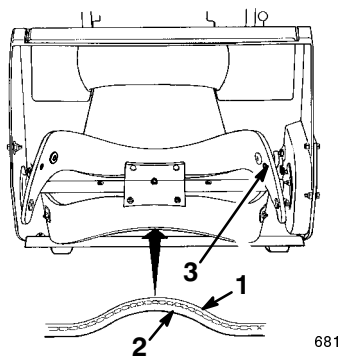

Figure 19
1. Examiner le bord d'une lame de rotor neuve pour voir la différence d'épaisseur des couches (Fig. 19). Certaines lames portent un numéro de référence du côté de la couche épaisse.